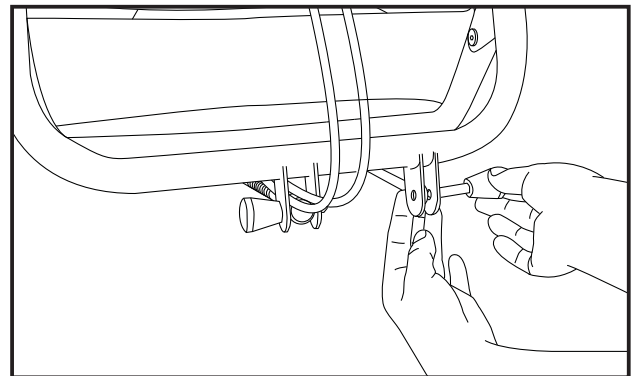

Abbildung 5
- Ziehen Sie den Bolzen heraus (4A). Setzen Sie den Riegel für die Gasfeder in die Halterung und bringen Sie den Bolzen wieder an, siehe Abbildung 5.